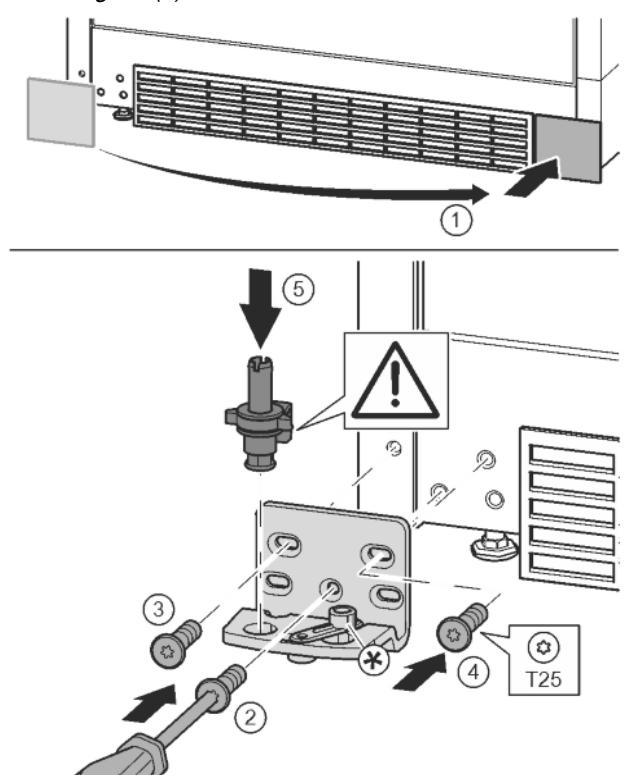

Fig. 16
- Снять крышку и поставить с другой стороны. Fig. 16 (1)
- Установить опорный кронштейн с другой стороны и прикрутить с помощью отвертки T25. Начинать с винта 2 в центре. Fig. 16 (2)
- Затянуть винты 3 и 4. Fig. 16 (3, 4)
- Снова установить опорный палец в сборе. При этом следить за тем, чтобы выступ фиксатора был направлен назад, Fig. 16 (5)